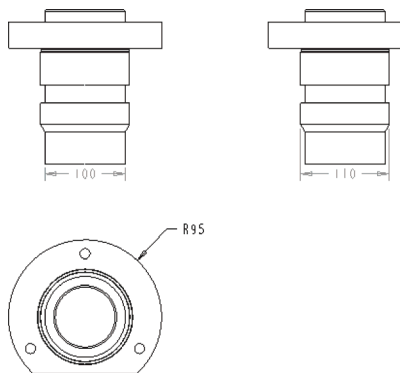

图 14-88 对齐尺寸标注
STEP 04 执行上述操作后, 即可对齐尺寸标注, 效果如图 14-88 所示。